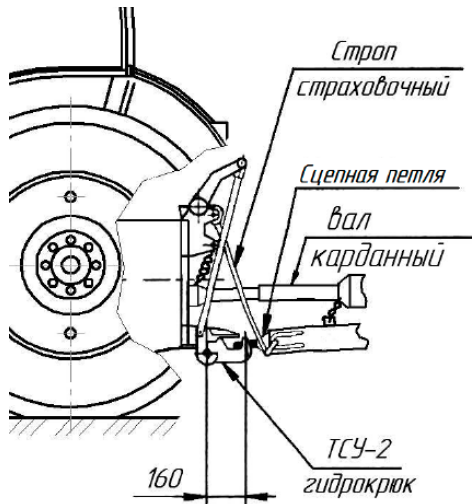

Рисунок 5.1 – Схема агрегатирования кормораздатчика с трактором за ТСУ-2 (гидрокрюк)
4.2 При агрегатировании кормораздатчика с трактором необходимо сцепную петлю соединить с ТСУ-2 (гидрокрюк) или ТСУ-2В(вилка) трактора, а страховочные стропы подсоединить к местам крепления на тракторе (рисунок 5.1).
– соединить гидрокрюк (ТСУ-2) трактора со сцепной петлей (рисунок 5.1) и агрегатирование кормораздатчика с трактором за ТСУ-2В (рисунок 5.2);
– страховочные тросы закрепить на тракторе (рисунок 5.1 и 5.2);